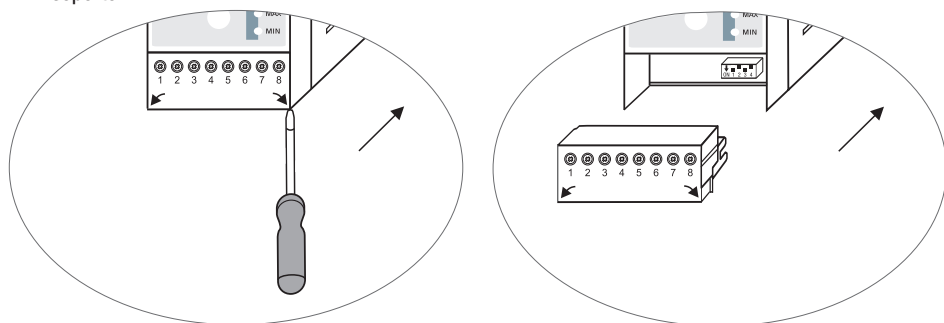

Fig. 8
- Extraer las regletas de bornes inferior y superior. **Fig. 8**